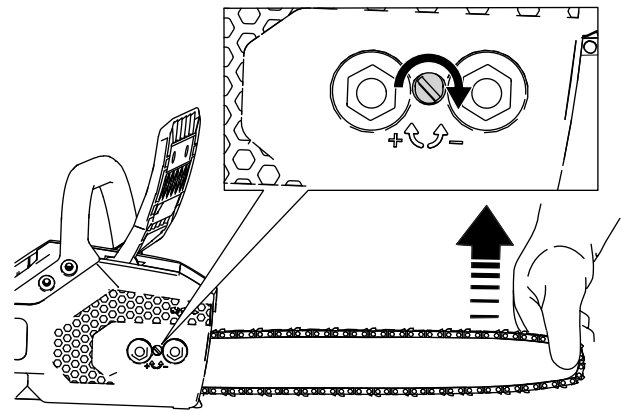

Bild 27
6. Halten Sie die Spitze des Sägeschwerts hoch (Bild 27).
- Drehen Sie die Spannschraube der Kettenspannung nach rechts, um die Sägekette zu spannen (Bild 27).